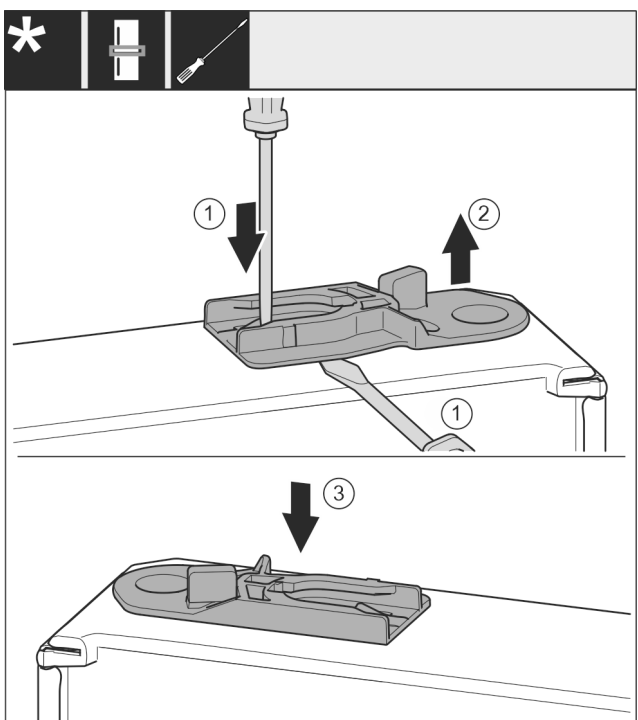

Fig. 38
- Τραβήξτε έξω την υποδοχή-οδηγό: Πιέστε το αυτάκι με ίσιο κατσαβίδι και ταυτόχρονα περάστε με το ίδιο κατσαβίδι κάτω από την υποδοχή-οδηγό. Fig. 38 (1, 2)
- Ωθήστε την υποδοχή-οδηγό που έχετε παραλάβει στην άλλη πλευρά του περιβλήματος. Fig. 38 (3)